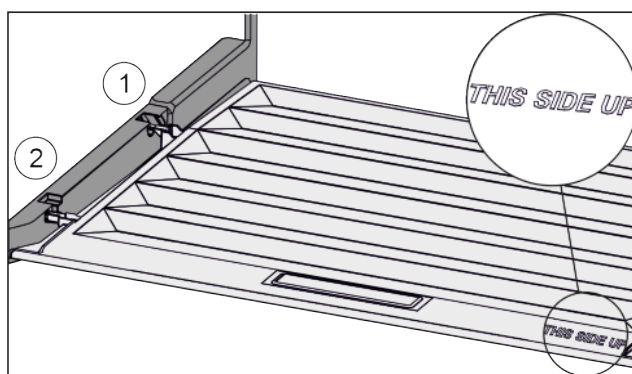

Fig. 42
- Výstupky veka zaved'te cez otvor zadného držiaka Fig. 42 (1) a zaistite vpredu v držiaku Fig. 42 (2).